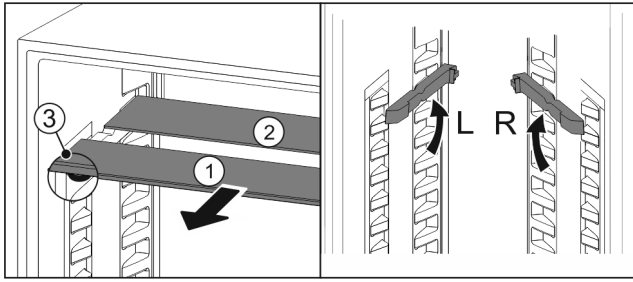

Fig. 54
- Glasplatten einzeln nach vorne herausziehen Fig. 54 (1).
- ▷ Glasplatte Fig. 54 (1) mit Zierleiste liegt vorne.
- ▷ Stopps Fig. 54 (3) zeigen nach unten.